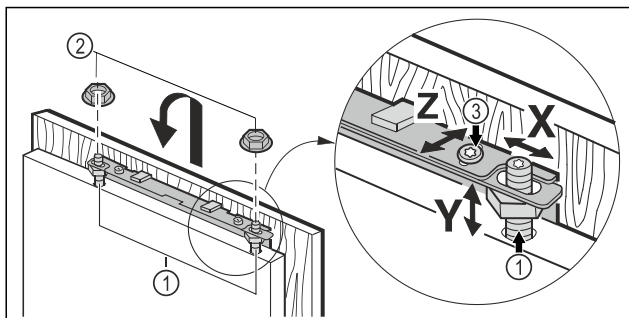

Fig. 45
- ▶ Zavěste nábytková dvířka na ustavovací čepy Fig. 45 (1) a pojistné matice Fig. 45 (2) a na ně volně našroubujte pojistné matice.
- ▶ Nábytkové dveře vyrovnejte ve výšce Y a ve stranovém sklonu: Ustavovací čepy Fig. 45 (1) nastavte šroubovákem.
- ▶ Pojistné matice Fig. 45 (3) dotáhněte.